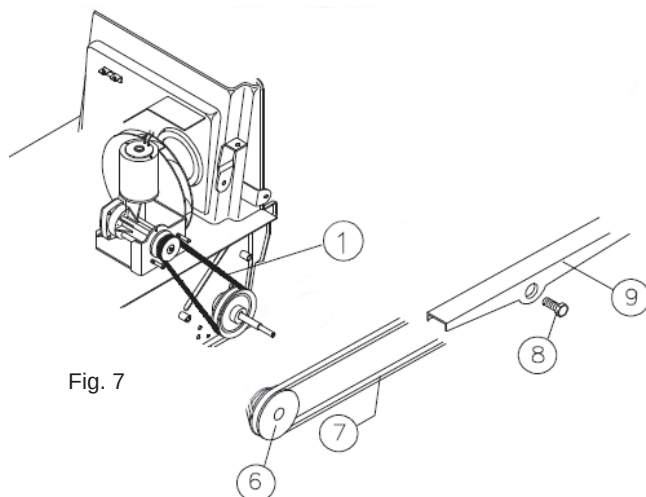

Fig. 7
- Fjern reimen pos. 7 Fig. 7 fra taljen pos. 6 Fig. 7.
- Løsne festetappen pos. 8 Fig. 7 og før krokene ut fra sidearmen pos. 9 Fig. 7 fra den tannede ringen.
- Fjern reimen pos. 7 fra sidearmen pos. 9 Fig. 7.
- Fest sidearmen igjen pos. 9 Fig. 7 til den tannede ringen.
- Skru fast tappene pos. 8 Fig. 7.
- Putt inn reimen pos. 7 Fig. 7 i taljen pos. 6 Fig. 7.
- Fjern reimen pos. 1 Fig. 7.